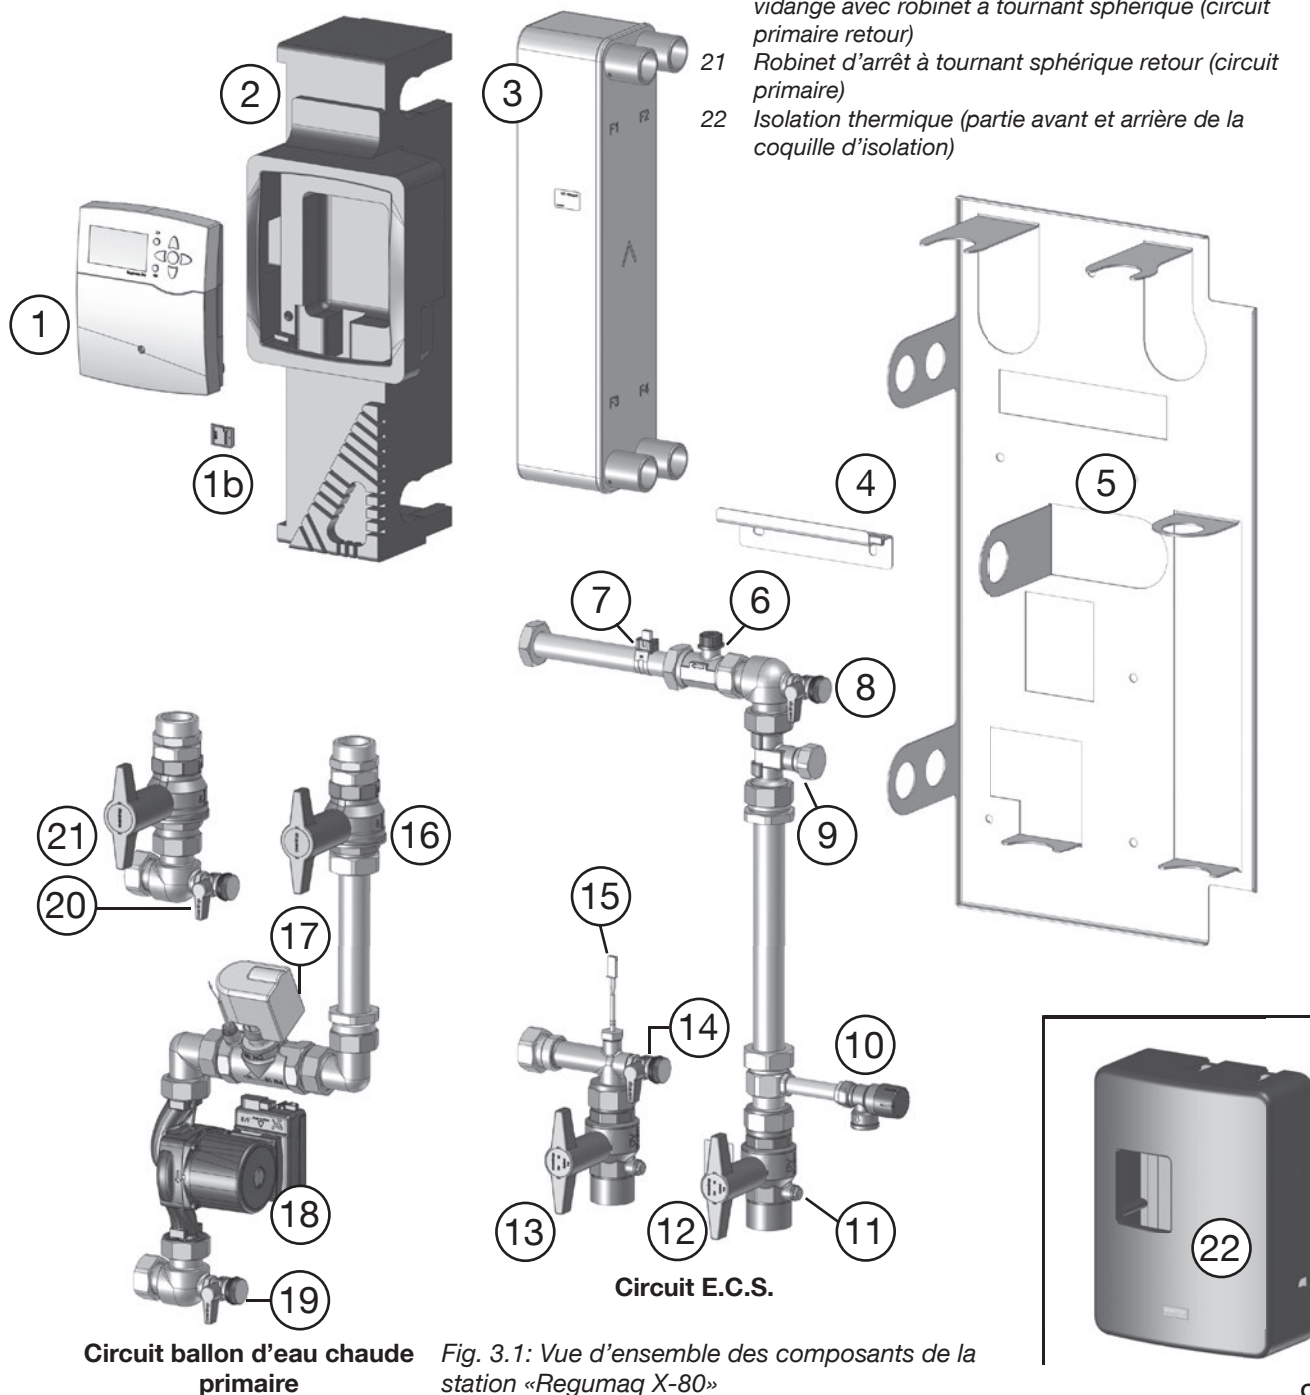
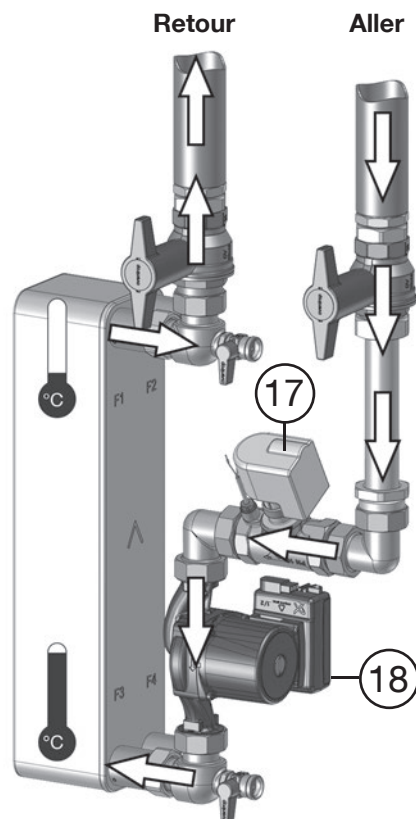
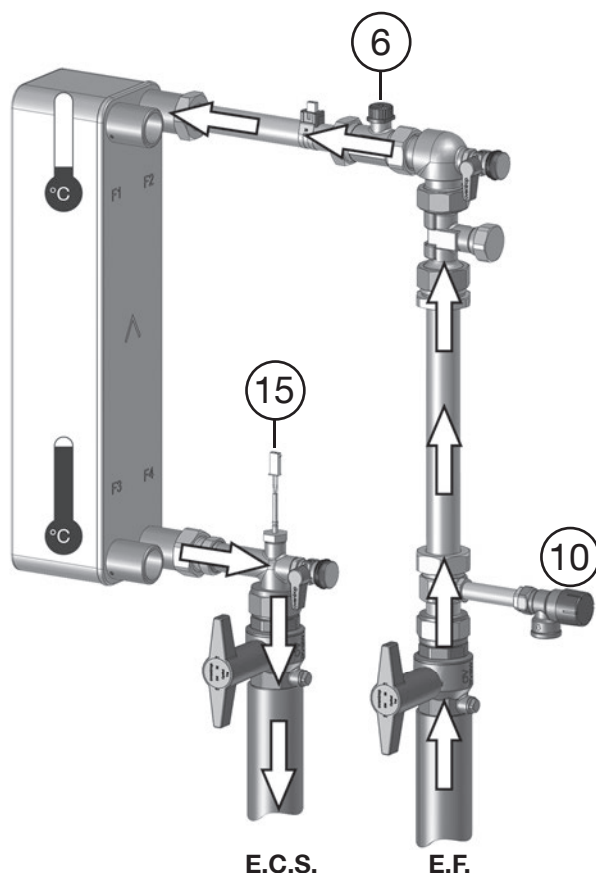

Fig. 3.1: Vue d'ensemble des composants de la station «Regumaq X-80»
Fig. 3.2: Côté circuit primaire avec l'aller venant du ballon tampon et le retour vers le ballon tampon
Fig. 3.3: Côté eau potable avec approvisionnement en eau chaude sanitaire (E.C.S.) et raccordement d'eau froide (E.F.)
Avec une température d'E.C.S. donnée de 60 °C et une température donnée du ballon d'eau chaude de 80 °C, la capacité de production d'E.C.S. peut varier de 1 à 80 l/min. La préparation d'eau chaude sanitaire est démarrée par le régulateur (fig. 3.1 page 9, pos. 1) qui règle le circulateur (fig. 3.2, page 9, fig. 18) sur une vitesse (variable) pour diriger de l'eau du ballon d'accumulation primaire vers l'échangeur de chaleur en fonction des besoins. La vitesse du circulateur, nécessaire pour atteindre la température d'E.C.S. désirée est calculée par le régulateur sur la base des valeurs réelles du débit et de la température (d'E.C.S.) détectées par les capteurs 6 et 15 (fig. 3.3). La vanne de régulation est actionnée en conséquence (voir ci-dessous).
La station permet un approvisionnement en chaleur selon les besoins même en cas d'une faible consommation d'eau chaude sanitaire. La capacité de refoulement minimum du circulateur (18) est réduite à nouveau par la **vanne de régulation** (Fig. 3.2, Pos. 17) intégré dans le circuit primaire. La vanne commence à se fermer à partir d'un débit de soutirage d'environ 20 l/min.